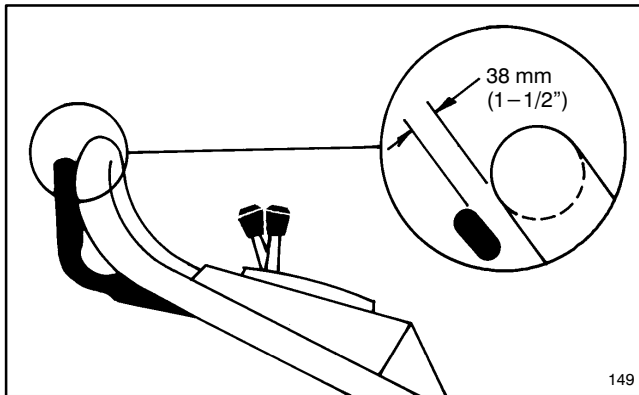

Abbildung 24
2. Antriebshebel anheben, bis leichter Widerstand spürbar ist. Der Antriebshebel sollte bei optimaler Justierung etwa 3,5 cm vom Griff entfernt sein (Abb. 24).